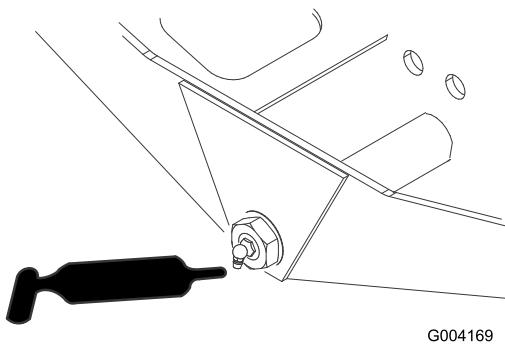

Figure 43
- Pivot de direction d'essieu (1) (Figure 43)